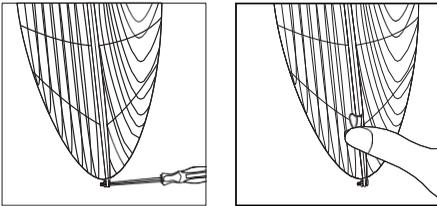

Abb. 4.
- Lösen Sie die Sicherungsschraube (4) auf dem Ventilatorflügel (3). Schieben Sie den Ventilatorflügel auf die Motorwelle (8), wobei die Wellenhülse zum Motorgehäuse zeigen muss.
- Vergewissern Sie sich, dass der Ventilatorflügel (3) fest auf der Motorwelle (8) sitzt.
- Entfernen Sie die kleine Sicherungsschraube vom vorderen Ventilatorschutzgitter. Öffnen Sie die Klammern des vorderen Ventilatorschutzgitters (1) und setzen Sie dann das vordere Ventilatorschutzgitter (1) mit der feststehenden Halterung auf das hintere Ventilatorschutzgitter (6).
- Fixieren Sie das vordere Ventilatorschutzgitter (1) mit Hilfe der Klammern am hinteren Ventilatorschutzgitter (6). Fixieren Sie die Schraube und Mutter mit Hilfe eines Schraubendrehers; siehe Abb. 4.